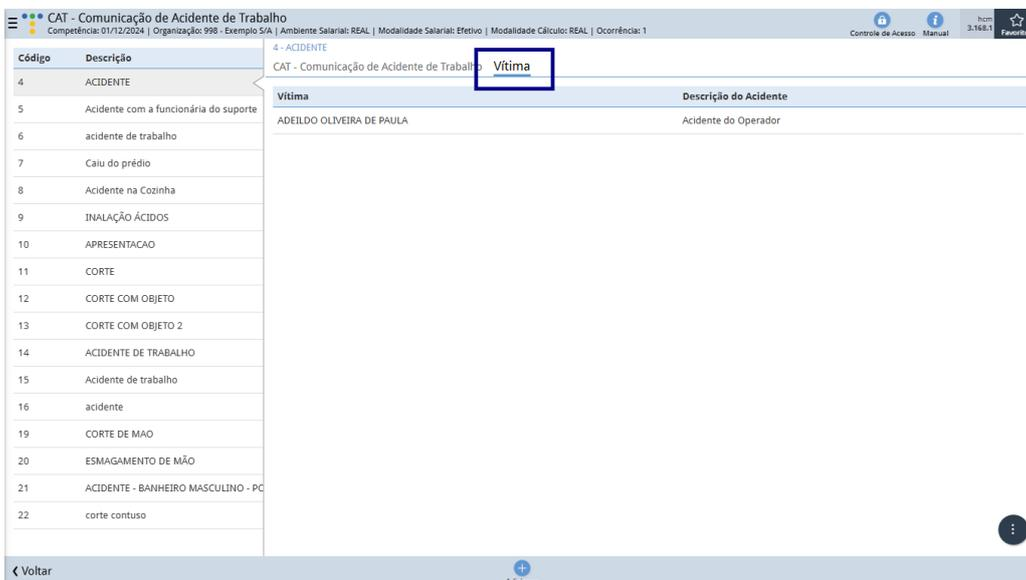

Figura 27: Vítima
1. Acesse a aba **Vítima** (Figura 27).